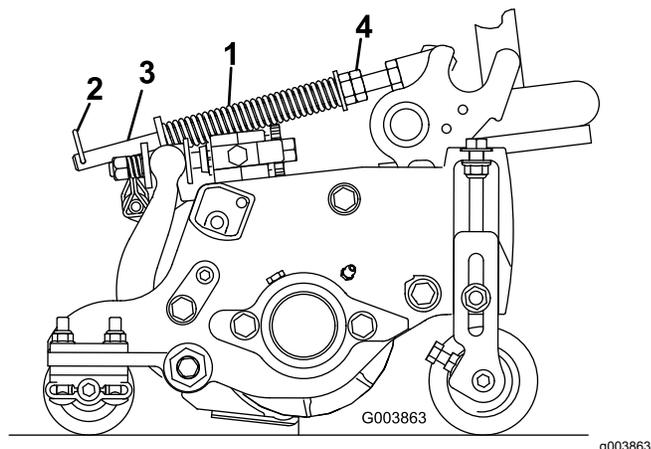

Figura 15
1. Verificate che la coppiglia sia montata nel foro posteriore dell'asta della molla (Figura 15).
2. Serrate i dadi esagonali sulla parte anteriore dell'asta della molla fino a ridurre la lunghezza compressa della molla a 12,7 cm sugli apparati di taglio da 12,7 cm oppure a 15,9 cm sugli apparati da 17,8 cm (Figura 15).
La molla di compensazione del manto erboso trasferisce inoltre il peso dal rullo anteriore a quello posteriore (Figura 15), per contribuire a ridurre l'ondulazione del manto erboso, detta anche fluttuazione o bobbing.